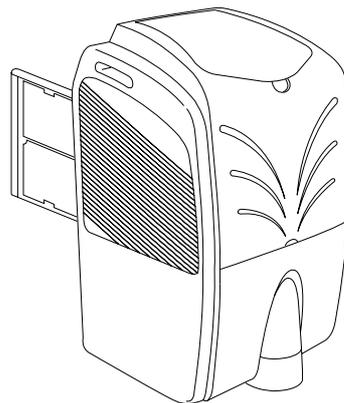

fig. 4
- Para quitar el filtro del aire, sacar el filtro tirando de él (Fig. 4).